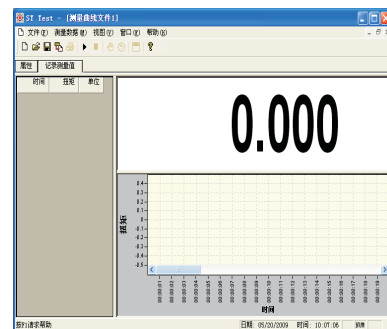

图 6
G. 设置好参数后, 点击记录测量值选项卡, 切换到曲线显示界面; 点击开始按钮 后, 再按TIMER键 进行采集测试数据曲线 (图6);